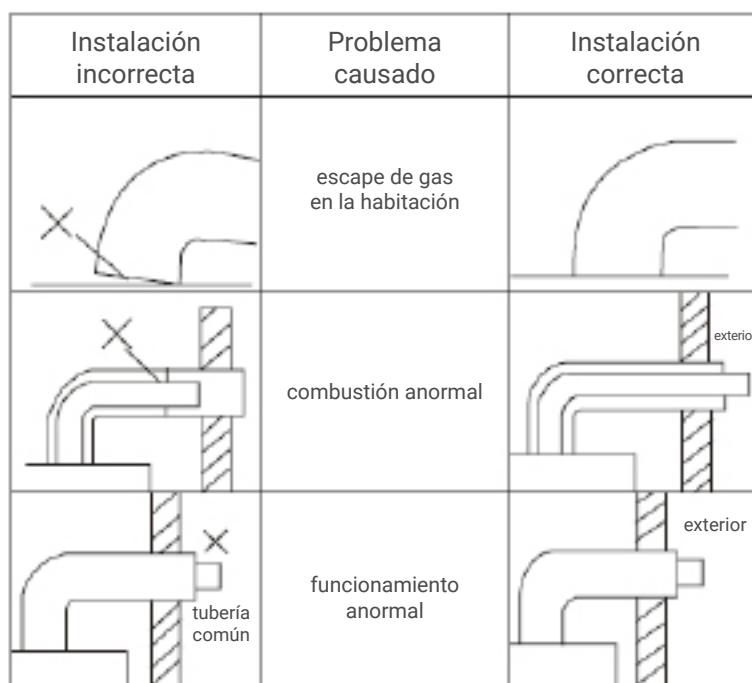

Fig.13
- La instalación del conducto de humos debe ser correcta, de lo contrario los gases residuales retrocederán y serán peligrosos. (Fig. 13).